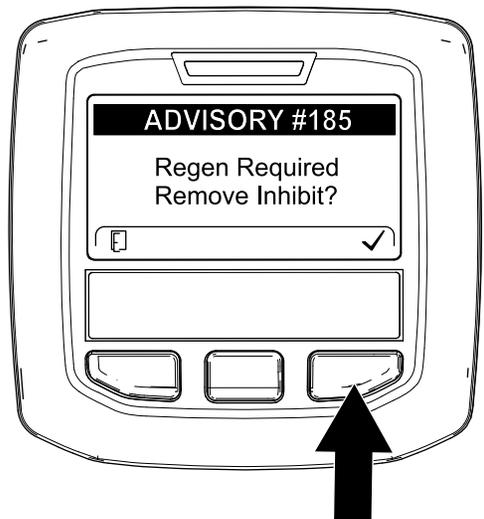

Рисунок 44
**Примечание:** Если настройка INHIBIT REGEN (ЗАПРЕТ РЕГЕНЕРАЦИИ) установлена на ON (Вкл.), дисплей инфо-центра покажет ИНФОРМАЦИОННОЕ СООБЩЕНИЕ № 185 (Рисунок 44). Нажмите кнопку 3, чтобы установить настройку запрета регенерации на OFF (Выкл.) и продолжайте регенерацию со сбросом.